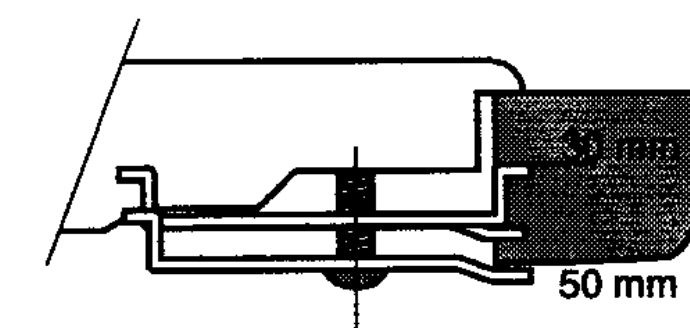

fig. 6
- Plaats de kookplaat in de uitsparing en zet de bevestigingsbeugels vast (zie fig. 6).